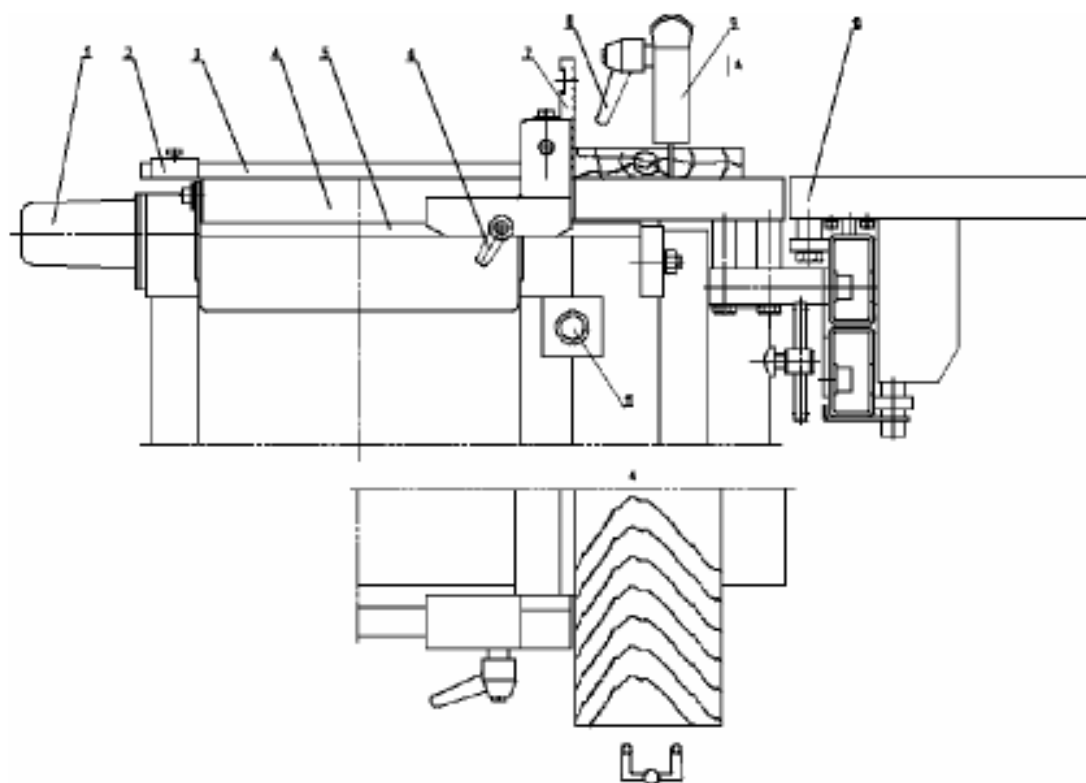

Рис. 12 Схема для пиления
#### 7.4 Пиление (Рис. 12)
- Во время работы стойте так, как показано на Рис. 12.